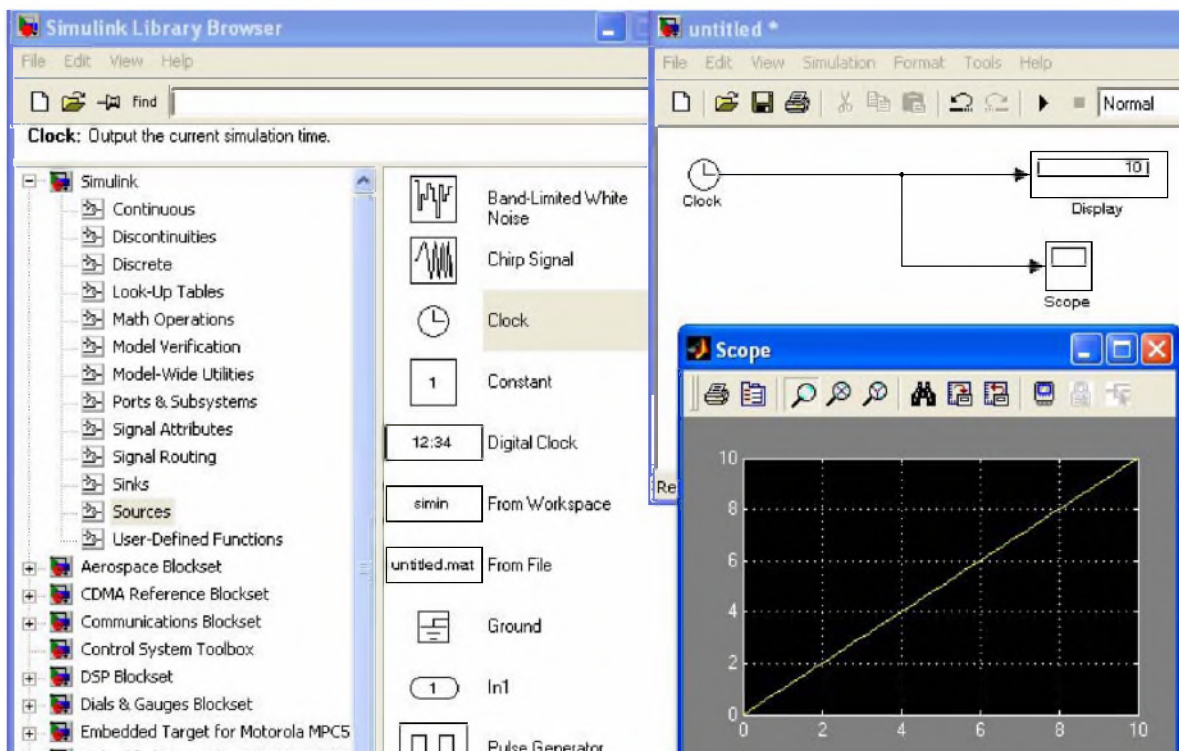

Рис. 1.10. Знакомство с блоками *Получатели* и *Источники*
3.3. Откройте двойным щелчком библиотеку **Sources** – Источники и переместите в окно S-модели блок **Clock** (часы). Соедините эти блоки стрелочкой, как показано на рис. 1.10. Щелчком по стрелочке ► запустите модель на выполнение, на графике появится изменение сигнала. Если не весь график отображается, то можно нажать на значок  для изменения масштаба.